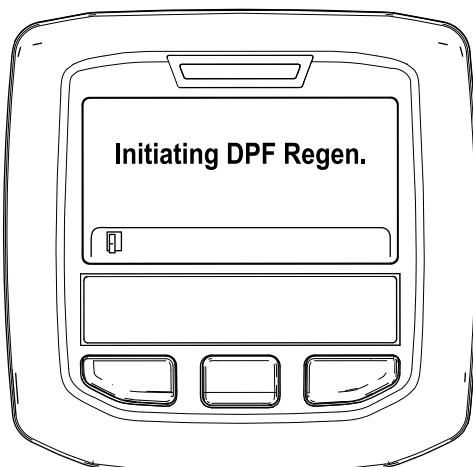

Figura 34
- Aparece el mensaje “Iniciando regeneración del FPD” (Figura 34).